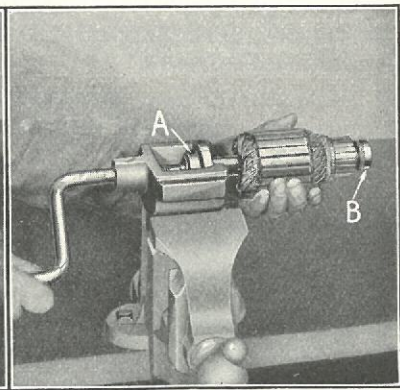

Fig. 456
- 912** Træk det store og det lille Kugleleje (se Fig. 456-A og B) af Dynamoakslen med en Lejeaftrækker.